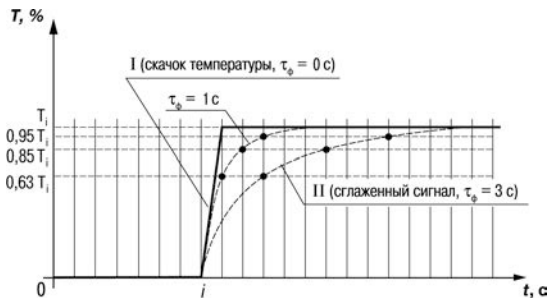

Рисунок 3.5
3.1.4.4.3 Цифровой фильтр устраняет шумовые составляющие сигнала, осуществляя его экспоненциальное сглаживание. Основной характеристикой экспоненциального фильтра является τ_f – постоянная времени цифрового фильтра, параметр **τnF I (τnF2)** – интервал, в течение которого сигнал достигает 0,63 от значения каждого измерения T_i (рисунок 3.5).